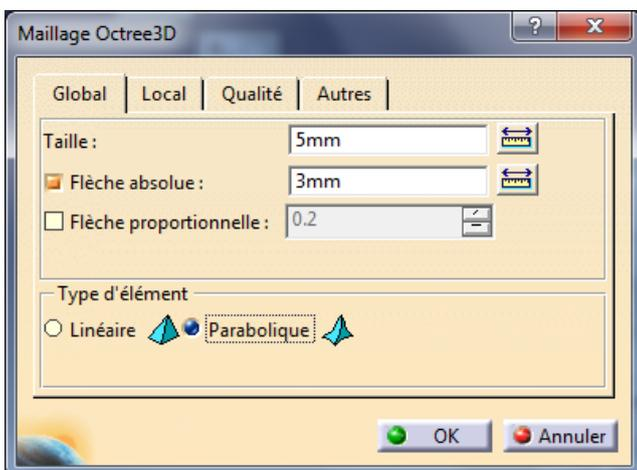

Figure 2
- 6- Sur l'arborescence, sélectionner modele element finis, puis maillage, faites un double clic sur maillage octree et changer les parametres comme indiquée sur la figure 2.